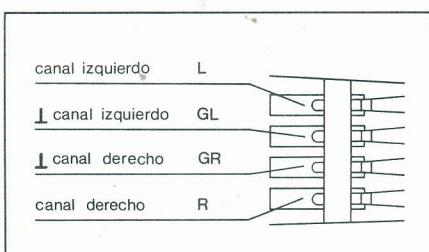

Fig. 13
3. Las conexiones del portacápsulas y de la cápsula una señalización (fig. 13). Conecte las clavijas de la cápsula con los contactos correspondientes del portacápsulas.